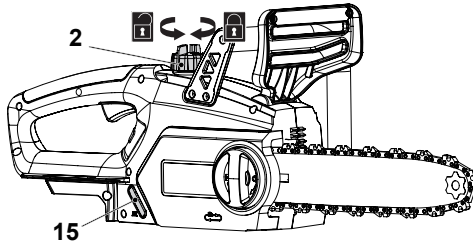

Fig. 9
1. Coloque el producto en una superficie estable y nivelada con la tapa del depósito de aceite (2) hacia arriba. Se recomienda colocar una manta no inflamable debajo del producto.
2. Desenrosque y retire el tapón del depósito de aceite (2) (Fig. 9).